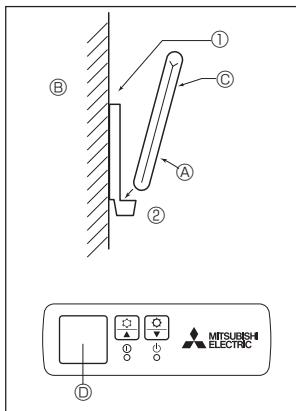
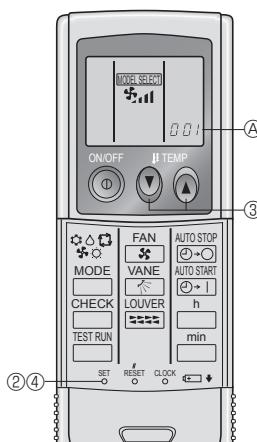

Fig. 6-2
Fig. 6-3
2) Installasjonsmetode (Fig. 6-2)
- ① Fest fjernkontrollholderen til ønsket sted ved hjelp av 2 selvgjengende skruer.
- ② Plasser den nedre ende av kontrolleren inn i holderen.
3) Innstilling (Fig. 6-3)
- ① Sett inn batteriene.
- ② Trykk på SET-knappen med noe som er skarp på enden.